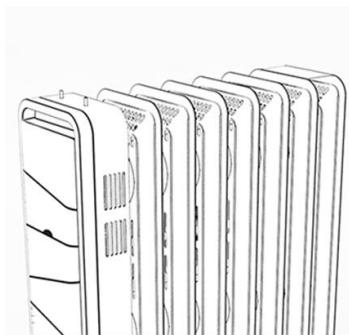

Fig.1
1. Draai het verwarmingstoestel ondersteboven. (Fig.1)